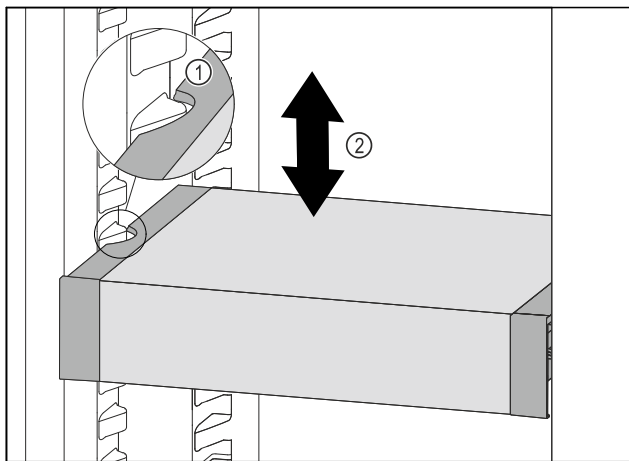

Fig. 93
- Trageți în față VarioSafe, până când degajările laterale ale VarioSafe se află la înălțimea nervurii recipientului din frigider. Fig. 93 (1)
- Mișcați în sus sau în jos VarioSafe în frigider, până când este atinsă înălțimea dorită. Fig. 93 (2)